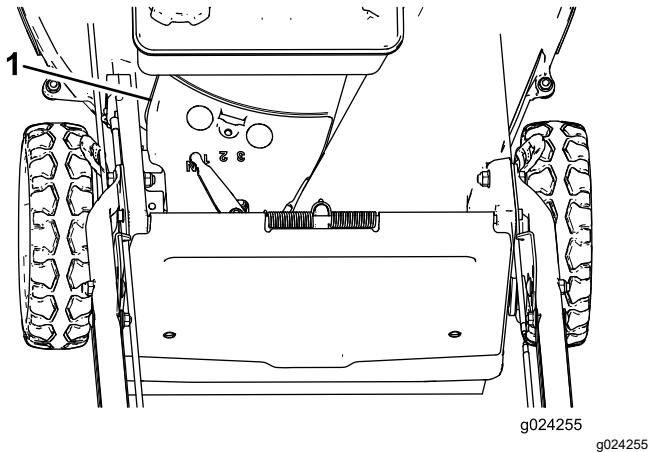

Figura 29
3. Retire la cubierta de la correa (Figura 29) de la carcasa de corte.